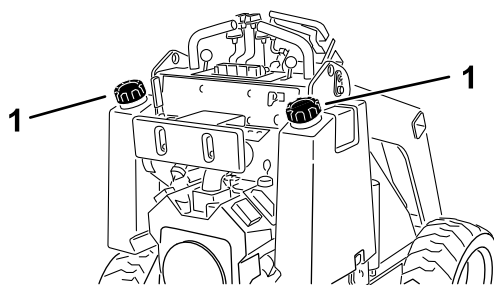

Bild 7
3. Reinigen Sie den Bereich um den Tankdeckel und nehmen Sie den Deckel ab (**Bild 7**).